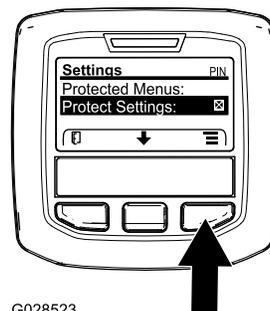

Рисунок 41
1. Перейдите в защищенное меню и разблокируйте подменю защищенных настроек (Рисунок 41); см. раздел Доступ к защищенным меню \(страница 26\).